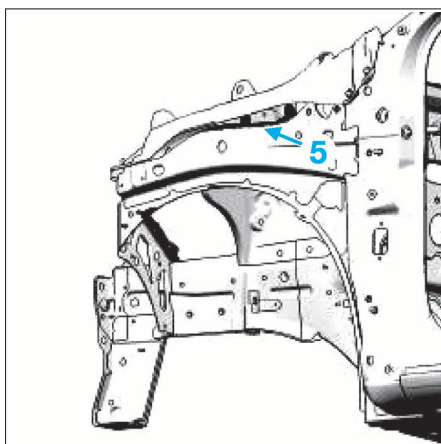

FIG. 31
- Reposer l'insert gonflant neuf (5) sur le support de fixation supérieur de l'aile avant (Fig.31).